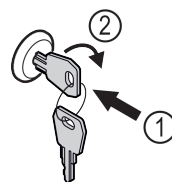

Fig. 205
- Insérer la clé. Fig. 205 (1)
- Tourner la clé à 90° dans le sens horaire. Fig. 205 (2)